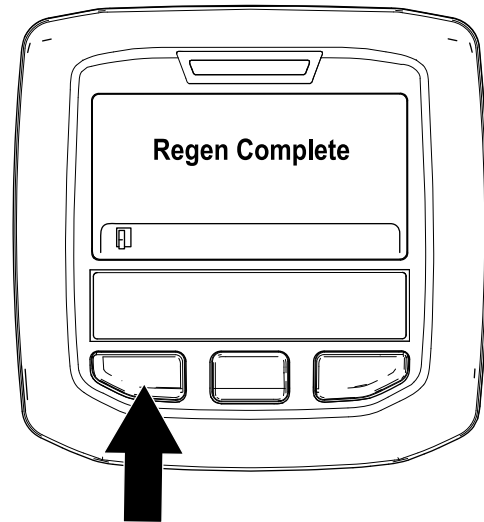

Figure 51
- La régénération en stationnement est terminée lorsque le message « Regen Complete » (régénération terminée) s'affiche sur l'InfoCenter. Appuyez sur le bouton gauche pour revenir à l'écran d'accueil (Figure 51).